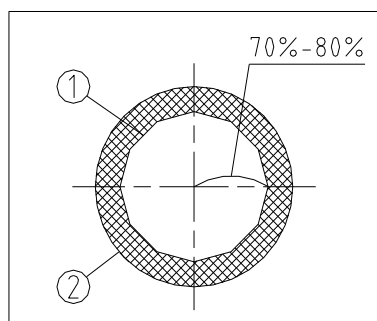
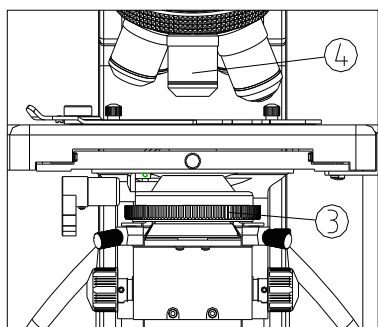
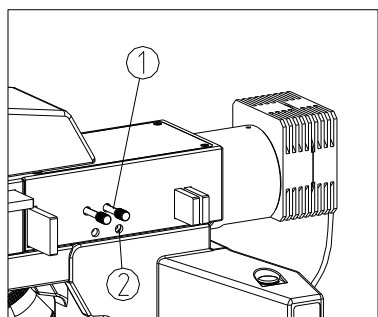

图 29
图 30
图 31
通过调节孔径光阑调节环③来控制孔径光阑的大小。必要时，取下目镜，从目镜筒中观察，调节孔径光阑调节环③，直到见到如图 29 所示的图像，来调节比例。（如图 29、图 30，图 29 中①是指孔径光阑图像，②是指物镜外缘）
如图 29 所示的图像，来调节比例。（如图 29，图 31）